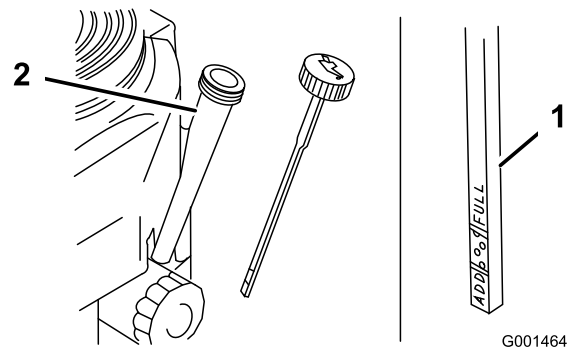

Bild 26
- Schrauben Sie den Ölpeilstab heraus und wischen Sie das Metallende ab (Bild 26).
- Schieben Sie den Ölpeilstab vollständig in den Einfüllstutzen (nicht in den Einfüllstutzen einschrauben) (Bild 26).
- Reinigen Sie den Bereich um den Ölpeilstab (Bild 26), damit kein Schmutz in den Einfüllstutzen gelangen und den Motor beschädigen kann.
8. Gießen Sie ca. 80 % der angegebenen Ölmenge langsam in den Einfüllstutzen (Bild 26).